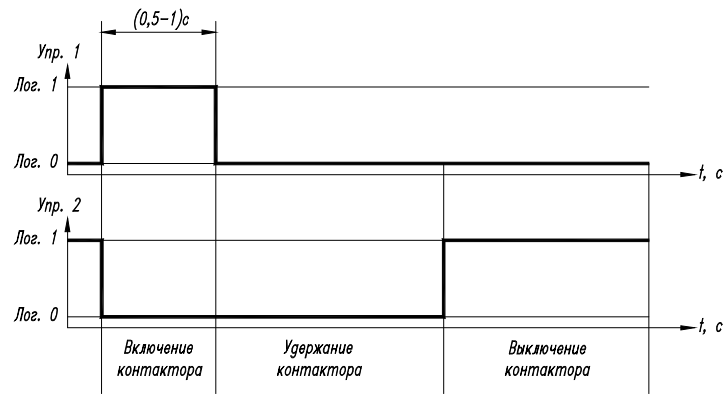

Рисунок 1.2 Временная диаграмма управления контакторами.
1.2.2.4.1 При включении напряжения питания УКУ подает на УУМП команду на включение контакторов (см. рис. 1.2 – включение контактора). Команда на включение контакторов подается последовательно на все контакторы, после чего контролируется их состояние (3 канала управления и 3 канала контроля состояния). Если после подачи команды на включение контактора не произошло его замыкания, то делается вывод о неисправности УУМП или контактора.
1.2.2.4.2 При возникновении аварийной ситуации УКУ подает на соответствующий УУМП команду на выключение контактора (см. рис. 1.2 – выключение контактора) и контролирует его состояние.
1.2.3.1.4 Режимы работы УУМП приведены на временной диаграмме управления контакторами рис. 1.2.
1.2.3.3.1 После включения питания от КП выдается команда на включение контактора (см. рис. 1.2 – включение контактора) последовательно на все УУМП, входящие в состав ИБЭП. В процессе нормальной работы ИБЭП (выходное напряжение ИБЭП находится в допустимых пределах, ток разряда АБ не превышает допустимого значения, температура в месте установки АБ находится в допустимых пределах) УУМП находится в режиме удержания контактора (см. рис. 1.2 – удержание контактора). При поступлении от КП команды на выключение контактора УУМП выключает его (см. рис. 1.2 – выключение контактора), обеспечивая защиту АБ от повышенного выходного напряжения ИБЭП, или защиту от повышенного тока разряда АБ, или защиту от повышенной температуры в месте установки АБ, или отключение отключаемого потребителя при разряде АБ.